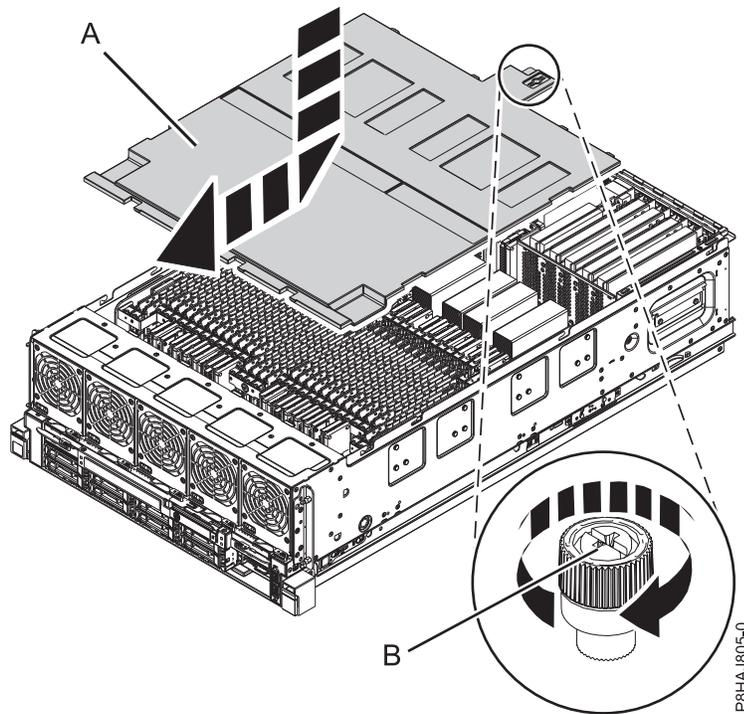

Figure 41. Remise en place du capot de sécurité
2. Poussez le capot de sécurité (A) en direction du châssis.
3. Serrez la vis moletée (B) en la tournant dans la direction illustrée dans figure 41, à la page 83 dans le but de fixer le capot de sécurité au châssis.